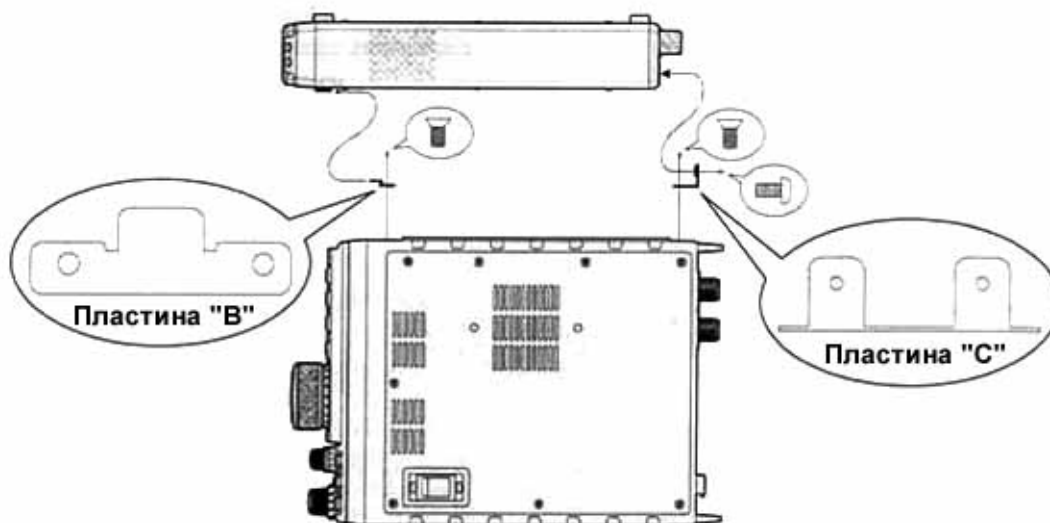

Рисунок 3
- (3) Удалите четыре резиновые ножки с боковой панели трансивера, разместите пластины крепления "В" и "С" таким образом, чтобы их отверстия совпали с имеющимися на **FT-897** и закрепите прилагающимися винтами (рисунок 3).
- (4) Для установки **FC-30** разместите **FC-30** таким образом, чтобы пластина крепления "А" совпала с пластиной крепления "В" на **FT-897**, затем прикрутите пластину "С" (**FT-897**) к **FC-30** с помощью прилагающегося крепежа.